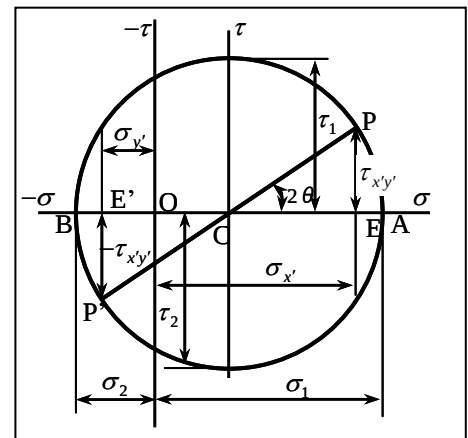

Fig.2 モールの応力円
1. Fig.2 に示すようなモール円を用いて図式的に求める。